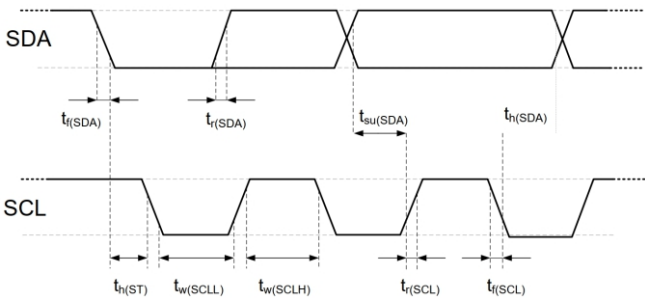

图17 数字输入/输出端的时序图、缩略语在表 8 中了解。较粗的 SDA 线由传感器控制、普通的 SDA线由单片机控制。请注意 SDA 有效读取时间由前一个转换的下降沿触发。
SDA 引脚用于传感器的数据输入和输出。当向传感器发送命令时，SDA在串行时钟SCL的上升沿有效，且当SCL为高电平时，SDA必须保持稳定。在SCL下降沿之后，SDA值可被改变。为确保通信安全，SDA的有效时间在SCL上升沿之前，和下降沿之后应该分别延长至TSU and TH0-参考图17。当从传感器读取数据时，SDA在SCL变低以后有效 (TV), 且维持到下一个SCL的下降沿。
电气特性，如功耗、输入和输出的高、低电平电压等，依赖于电源供电电压。为了使传感器通讯顺畅，确保信号严格限制在表7、8和图17 所给出的范围内。
表 8 I²C快速模式数字输入/输出端的时序特性。具体含义在图17 有所显示。除非另有注明。